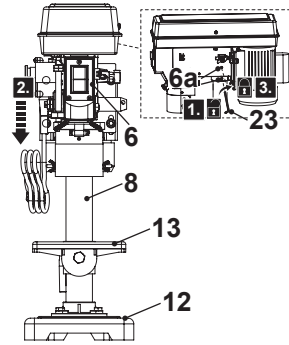

Fig. 3
1. Desaperte os dois parafusos de bloqueio (6a) no sentido anti horário usando a chave hexagonal de 4 mm (23) fornecida, mas não os remova (Fig. 3, passo 1).
2. Posicione a cabeça da máquina (6) na coluna (8) (Fig. 3, passo 2).
3. Pressione a cabeça da máquina (6) para baixo na coluna (8) o máximo possível.
4. Alinhe a cabeça da máquina (6) com a mesa de perfuração (13) e a base (12).
5. Aperte os dois parafusos de bloqueio (6a) no sentido horário com a chave hexagonal de 4 mm (23) (Fig. 3, passo 3). Não aperte demasiado.